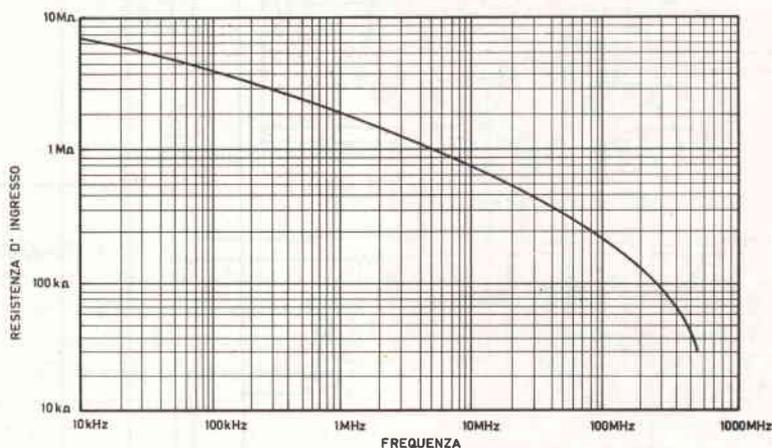

figura 2 - Variazione della resistenza d'ingresso della sonda al crescere della frequenza.
**Ingresso:** capacità parallelo: circa 1.5 pF. Resistenza: superiore a 5 M $\Omega$  a 1 kHz, superiore a 500 k $\Omega$  a 10 MHz e circa 150 k $\Omega$  a 100 MHz (vedere figura 2).